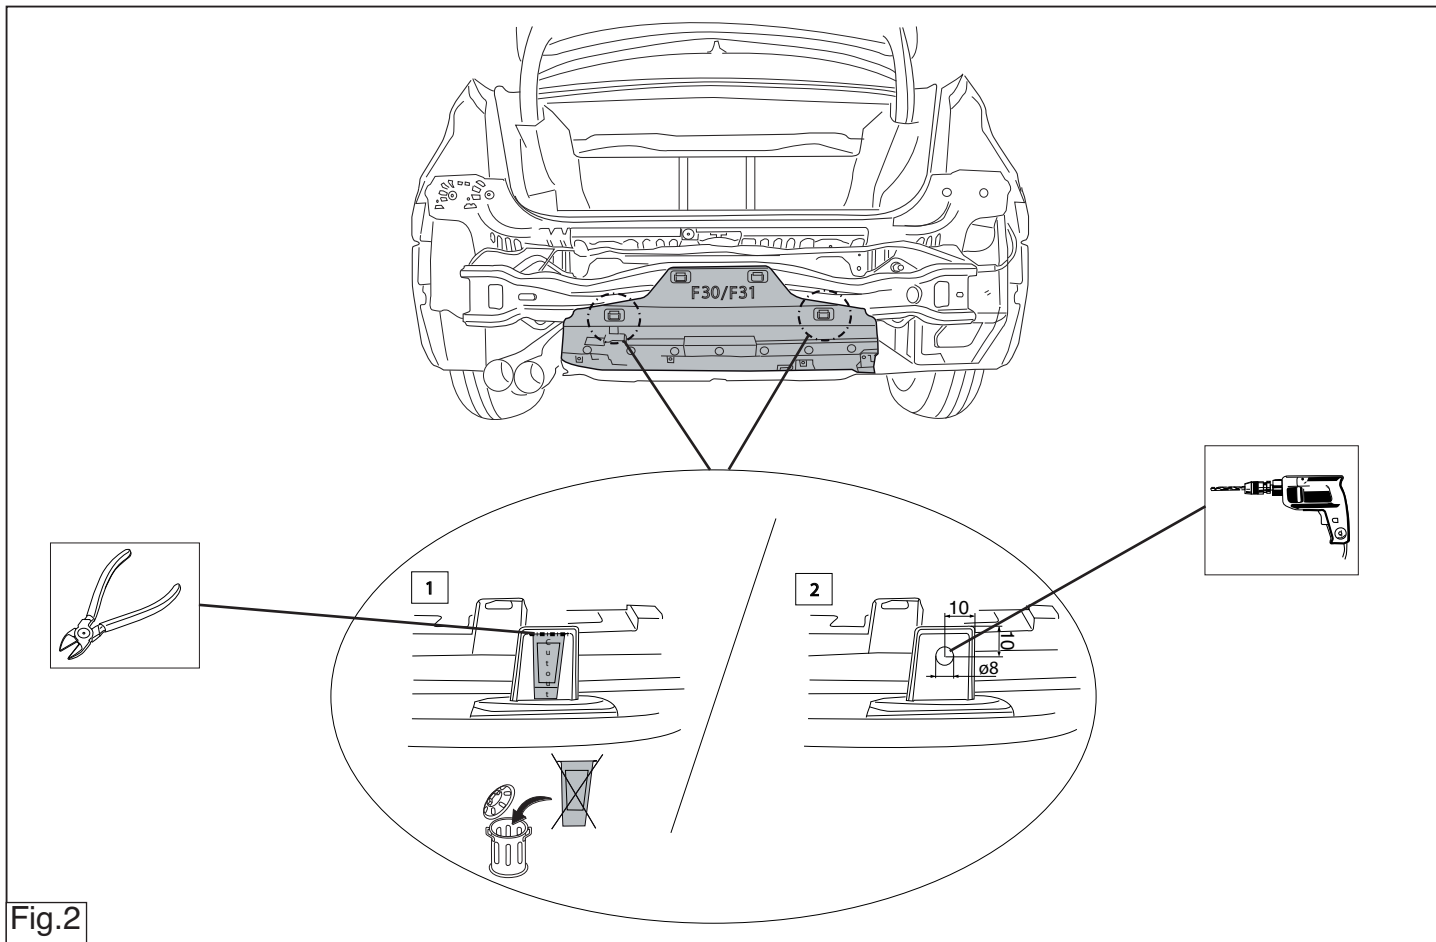

Fig.2
3. Просверлить в буферном бруске отверстия В \varnothing 8 мм, см. рис. 2.